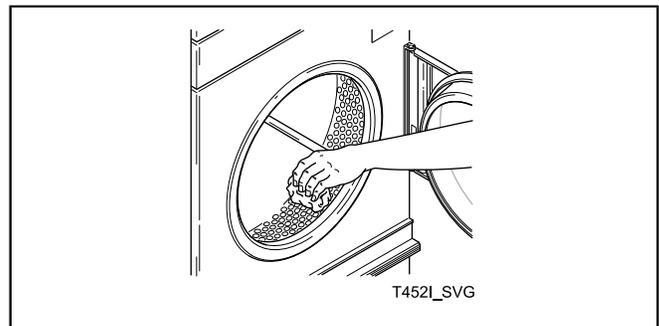

Figura 6
10. Limpe o tambor utilizando um detergente ou produto de limpeza multiusos e água. Consulte a *Figura 6*